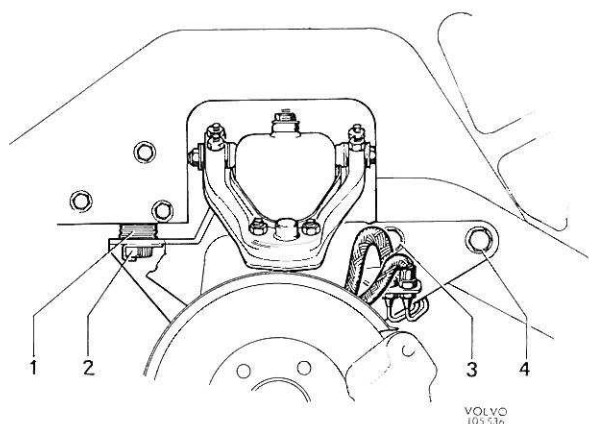
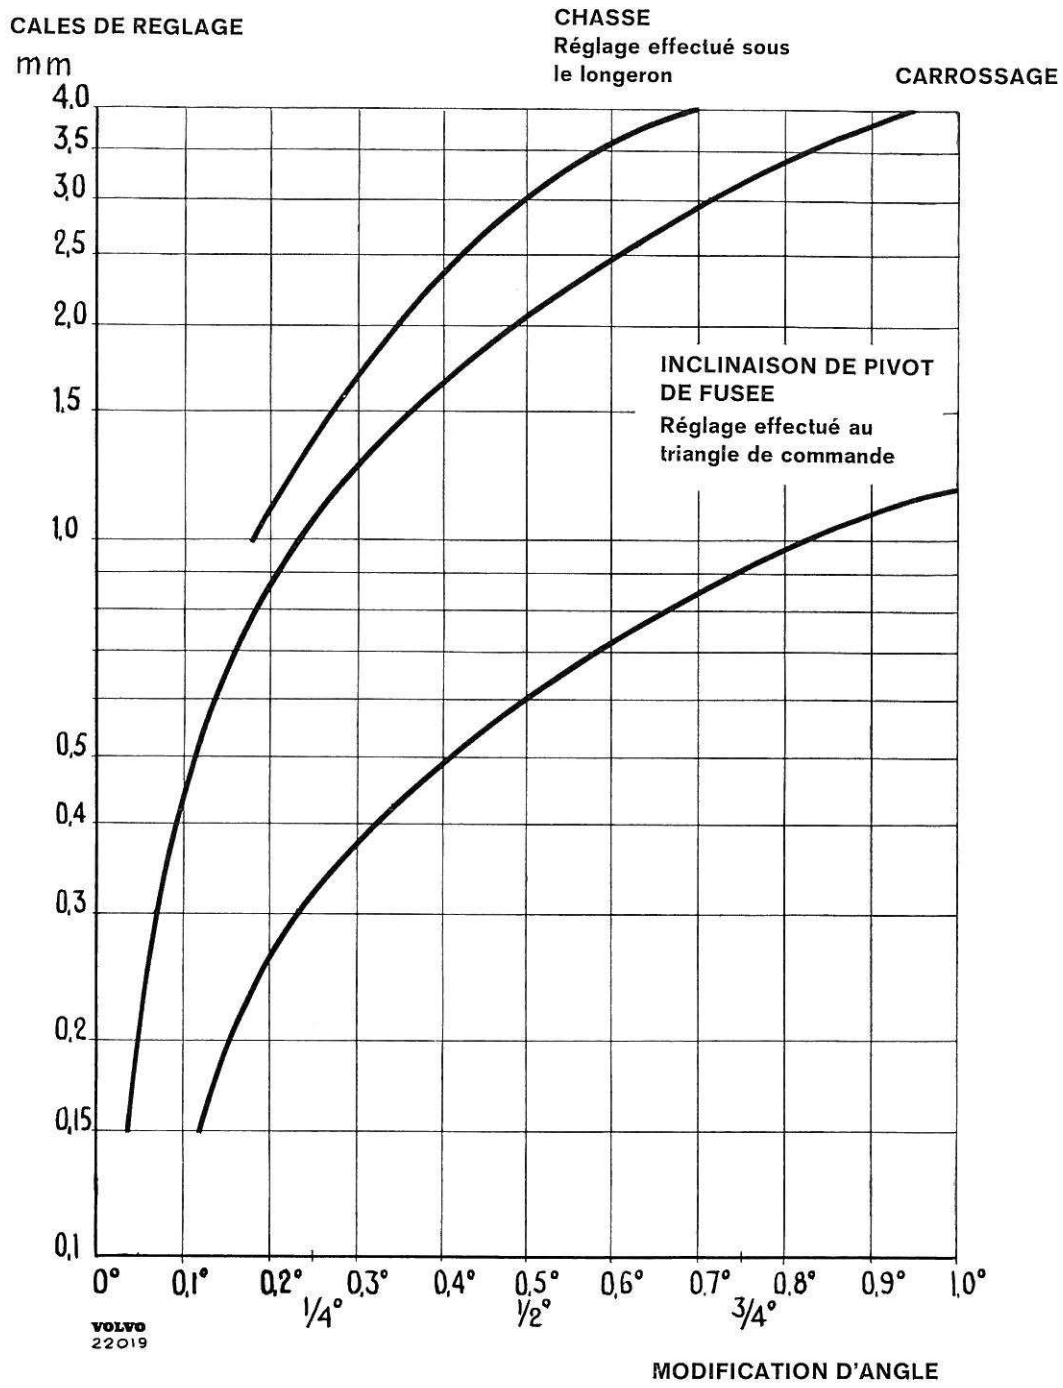

Figure 9. Pièces de réglage aux longerons
Figure 10. Diagramme pour modification des angles de carrossage et de chasse
Le réglage de la chasse peut se faire soit avec des cales de réglage (1, figure 8) à mettre aux axes des triangles de commande, soit avec des cales de réglages (1, figure 9) à mettre aux longérons. La première alternative est à employer lorsqu'il s'agit de régler le carrossage et la chasse en même temps et le deuxième procédé, lorsqu'il s'agit de régler seulement la chasse.
L'épaisseur nécessaire des cales pour une modification d'angle donné est indiquée sur le diagramme de la figure 10. Les cales existent dans les épaisseurs suivantes : 0,15 – 0,5 – 1,0 – 3,0 et 6,0 mm. On obtient la même modification d'angle de chasse :
Desserrer les vis de fixation (2, 3 et 4, figure 9). Ajouter ou retirer l'épaisseur nécessaire de cales de réglage afin d'obtenir la chasse correcte. Les cales de réglage existent dans les épaisseurs de 2 et 3 mm et le diagramme de la figure 10 indique
La valeur des angles de carrossage à modifier par les différentes cales ressort du diagramme de la figure 10. Les cales de réglage existent dans les épaisseurs de 0,15 – 0,5 – 1,0 – 3,0 et 6,0 mm. Noter qu'il faut toujours retirer ou ajouter la même épaisseur de cales ou de vis au cas où il n'est pas nécessaire de modifier la chasse. Noter toutefois que l'épaisseur totale des cales à chaque vis ne doit pas dépasser 12 mm.
Le braquage des roues avant est limité par des vis de butée, une sur le levier de commande de direction (figure 10) et une sur le bras intermédiaire.
8. Poser un cric sous l'essieu avant. Enlever les vis (2, 3 et 4, figure 9) des fixations de l'essieu avant. Récupérer les cales (1).